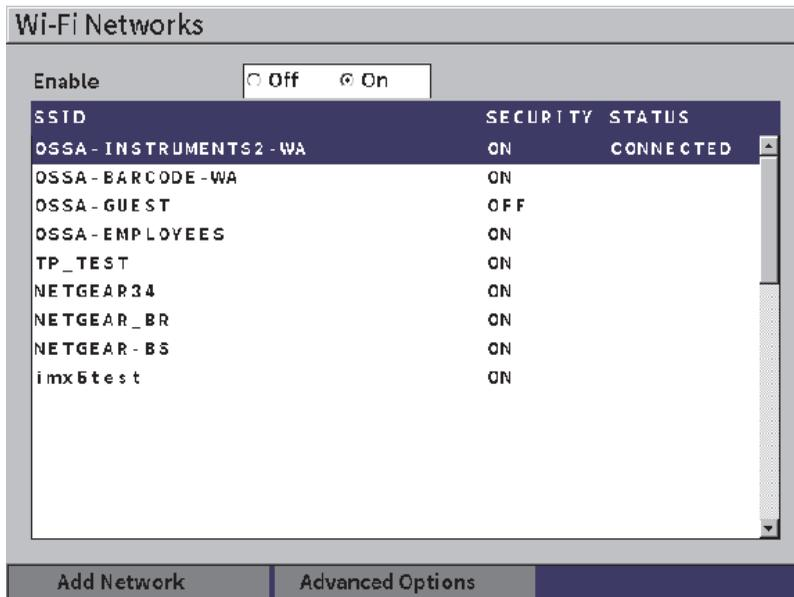

Figure 10-1 Configuration des réseaux sans fil (WLAN)
2. Sélectionnez l'icône **Wi-Fi** () pour ouvrir la page de configuration des **réseaux sans fil (WLAN)** (voir Figure 10-1 à la page 170).